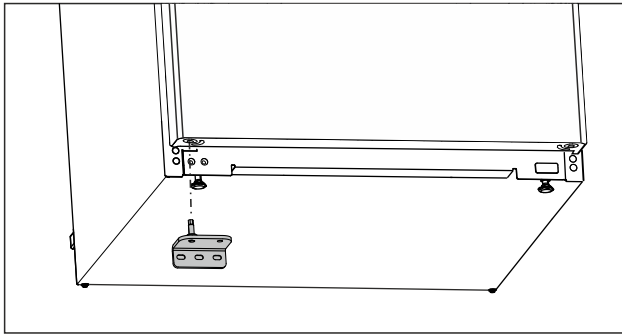

Fig. 17
- Placer le support de palier inférieur du côté opposé. (voir Fig. 17)